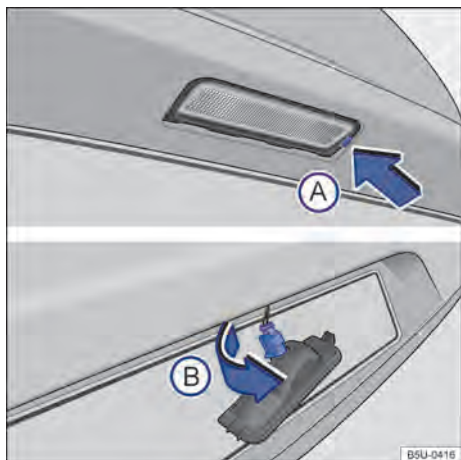

Fig. 163 No para-choque traseiro: remover a lanterna da placa de licença e o soquete da lâmpada.
- ❶ Observar a lista de controle e executar as ações → Página 194.
- ❷ Com o auxílio de uma chave de fenda, posicionar a trava → Fig. 163 (A) para remover o conjunto.
- ❸ Girar o soquete da lâmpada no sentido da seta (B), e desencaixá-lo do alojamento.
- ❹ Puxar a lâmpada queimada do soquete para removê-la.
- ❺ Substituir a lâmpada incandescente queimada por uma lâmpada incandescente nova do mesmo modelo.
- ❻ Inserir a nova lâmpada no soquete cuidadosamente.
- ❼ Posicionar o soquete no alojamento e girar no sentido contrário ao da seta (B).
- ❽ Certificar-se de que o soquete está corretamente fixado no conjunto.
- ❾ Posicionar o conjunto da lâmpada no alojamento do para-choque, encaixar primeiro o lado esquerdo e, em seguida o lado direito.
- ❿ Pressionar a lanterna da placa de licença no para-choque até que encaixe de forma audível.